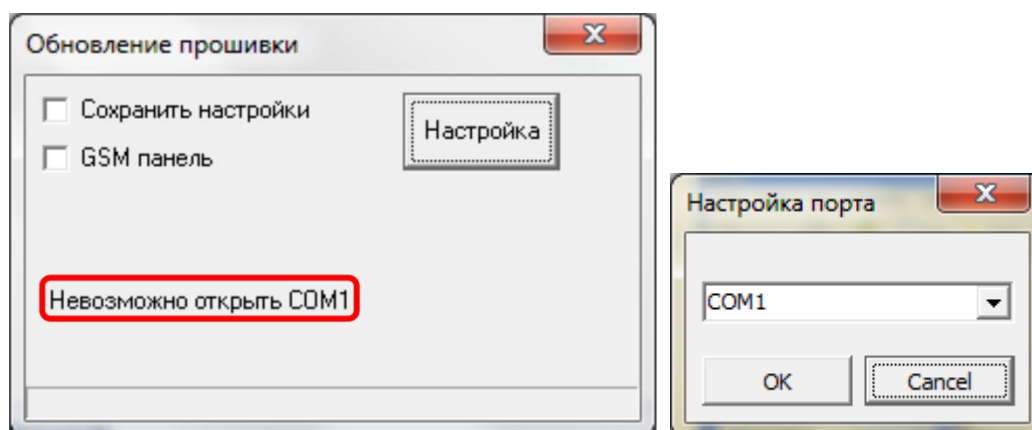

Рисунок 1.3.
4. Выбираем нужный COM-порт. Для выбора соответствующего COM-порта необходимо нажать кнопку «Настройка» и из выпадающего списка выбрать нужный COM-порт. Если COM-порт занят, появится соответствующая надпись «Невозможно открыть COM #». Если COM-порт не занят, то мы увидим надпись «COM-порт открыт» (рисунок 1.3.)